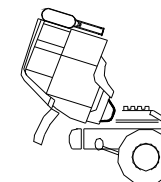

Рисунок 3
- 1.2. Перед наклоном кабины необходимо открыть капот (рисунок 3).